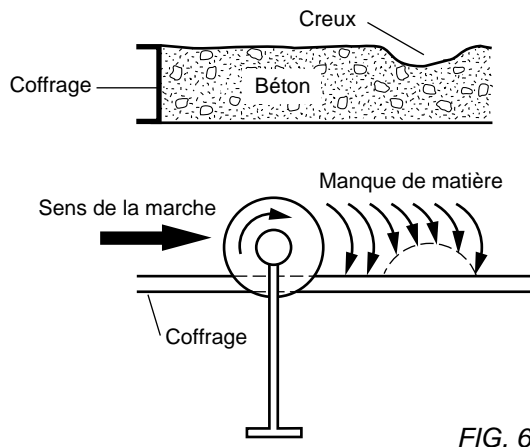
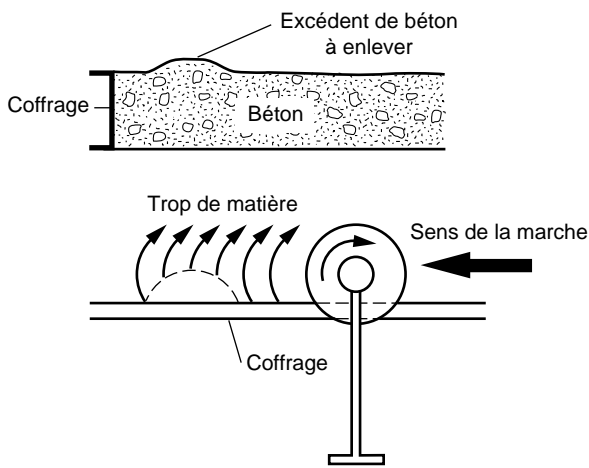

FIG. 6
FIG. 7
- Defectos en la superficie también pueden obligar al operador a proceder de manera diferente. Los huecos y los relieves que sobran después de la puesta en forma pueden ser corregidos durante el trabajo de desbaste. Los agujeros se llenarán girando alrededor, en el sentido de las agujas del reloj [VER FIG. 6]. Para los relieves, operar de modo inverso [VER FIG. 7].